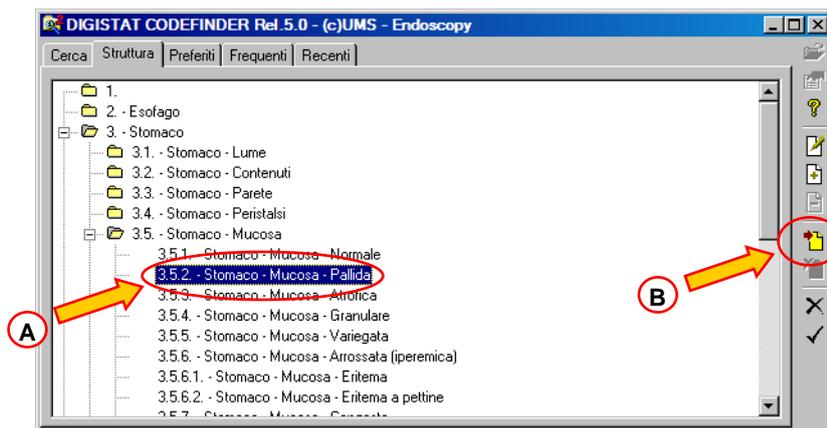

Fig 64 - Struttura: codice selezionato
Il codice apparirà evidenziato (come, ad esempio, in Fig 64 A).
3. Cliccare il pulsante  (evidenziato in Fig 64 B).